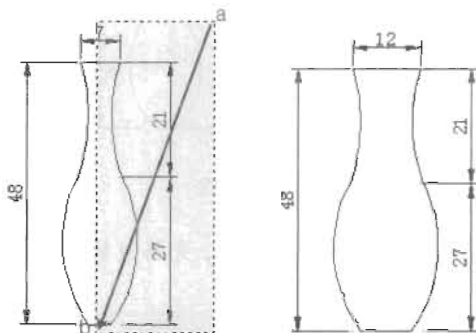

图 4-146
(4) 按空格键继续执行 Stretch 命令,花瓶图形变宽,如图 4-146 所示,命令执行过程如下。
以交叉窗口或交叉多边形选择要拉伸的对象... //从右上角向左下角拖动鼠标,框住图形右侧部分,不能全部框选,如图 4-146 (左) 所示。